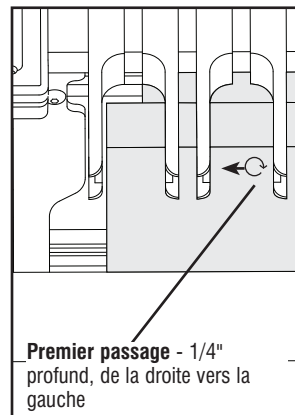
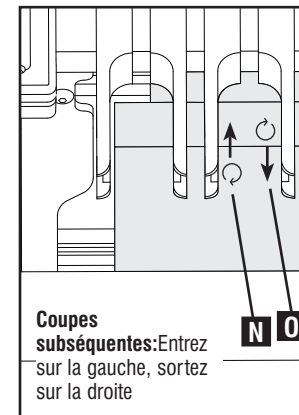
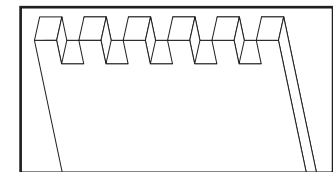

Fig. I15
Fig. I16
Fig. I17
5. Pour réduire l'apparition d'éclats de bois, amorcer le premier passage (Fig. I15) de chaque zone à couper de la droite vers la gauche. Seul un trait de coupe peu profond est nécessaire, tout au plus 6,4 mm (1/4 po) par exemple. Pour les coupes subséquentes (Fig. I16), amorcer la coupe à gauche pour sortir à droite de la planche. Poursuivre le travail et compléter la coupe. La pièce finie devrait ressembler à celle de la fig. I17.